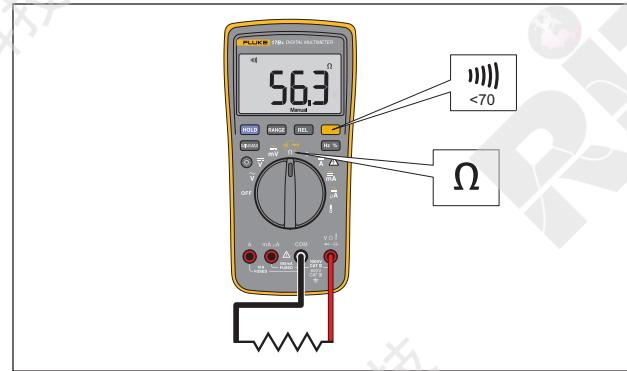

图 3. 测量电阻/通断性
2. 将红色测试导线连接至  $\text{V}\Omega\text{A}$  端子，并将黑色测试导线连接至 **COM** 端子，如图 3 所示。
选择电阻模式后，按一次  以激活通断性蜂鸣器。如果电阻低于  $70 \Omega$ ，蜂鸣器将持续响起，表明出现短路。参见图 3。